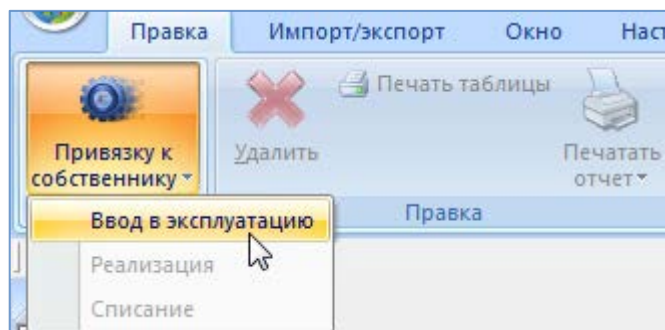

Рис. 13-82 – Кнопка «Привязка к собственнику»
5) Перейти в окно связанных объектов «Собственник», нажать кнопку «Привязку к собственнику» панели «Создать» и выбрать пункт «Ввод в эксплуатацию» в открывшемся меню. Если в данный момент для экземпляра ВС собственник не задан, то доступен только один пункт меню – «Ввод в эксплуатацию» (рис. 13-82).